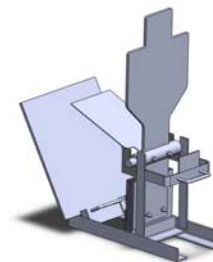

Рис.3. Схема установки защитного экрана и языка с противовесом и сигнальным флажком в раму мишени.
6.6. Установить в раму 5 защитный экран 1 в соответствии с рис. 3.
6.7. Установить в раму 3 язык 2 в сборе в соответствии с рис. 3.